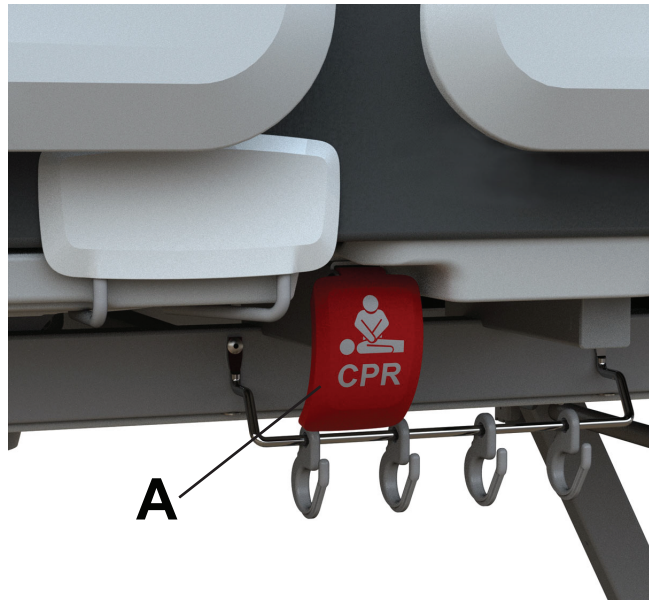

Figura 17 – Activación del mango del mecanismo de liberación para la RCP
Los dos mangos del mecanismo de liberación para la RCP (A) están situados en los lados izquierdo y derecho de la sección de la elevación de las rodillas de la mesa (Figura 17).
1. Tire del mango del mecanismo de liberación para la RCP (A) (Figura 17).